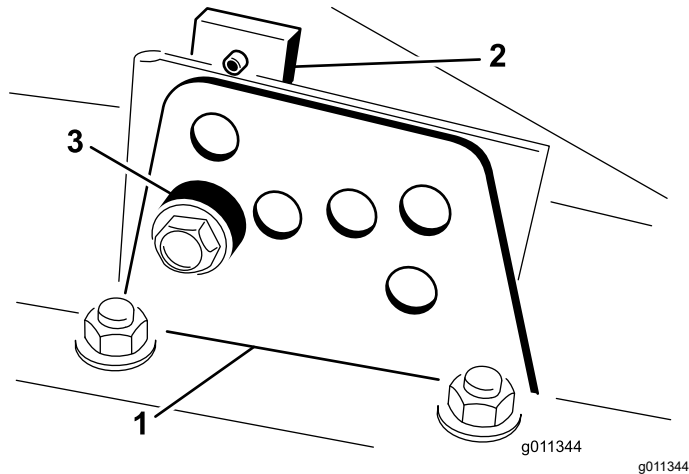

图 6
2. 拧松将各剪草高度支架固定至剪草高度板的螺栓前面和两侧如 图 6 所示。
4. 在支撑起切割腔的同时取出隔片 (图 6)。